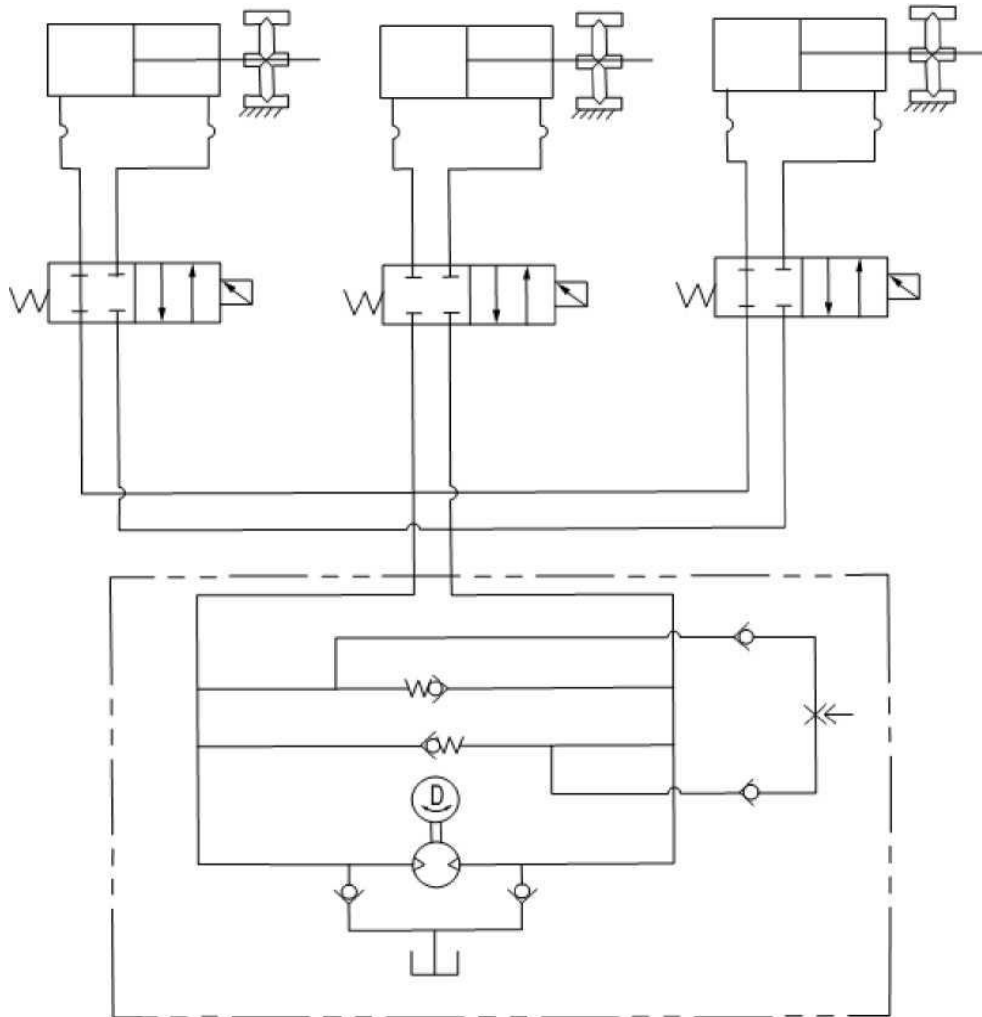

Рис. 8-2 Гидравлическая система зажимных механизмов
2. Гидравлическая система механизма зажатия (Рис. 8-2)